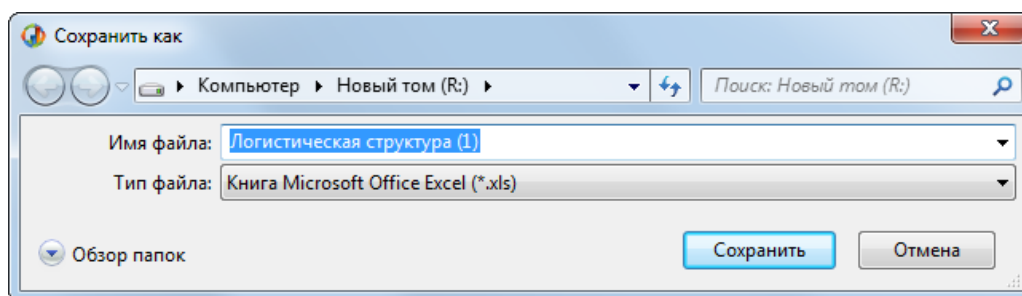

Рис. 10-78 – Стандартное окно «Сохранить как»
2) Нажать кнопку «Сохранить в Excel» панели «Импорт/экспорт» (рис. 10-78).